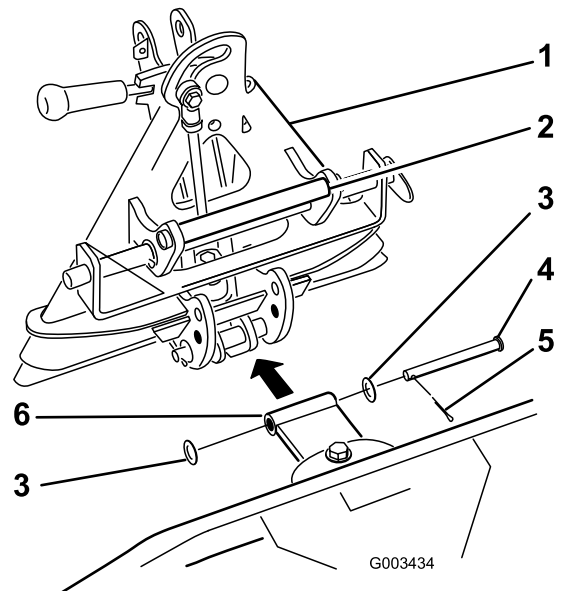

図 14
3. クレビス・ピン (1/2 x 4-1/2 in)、ワッシャ 2枚 (0.531 x 1.063)、コッター・ピンを使って、図 14 のように、ストレート・ピボット・ブラケットをアダプタに接続する。
アタッチメント・アダプタを動かす時には、必ずアダプタの後部についているハンドルを使うこと（図 14）。